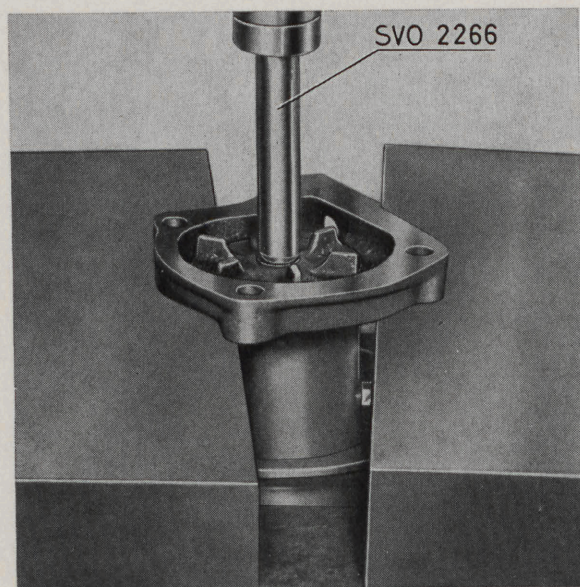

Bild 74. Demontering av skovelhjul och axel med kullager.
1. Demontera stoppskruven (3, bild 18) för bakre kullagret. Pressa ur axeln med dorn SVO 2266, bild 74. Styr remskivan med handen så att axeln ej kommer snett. Tag bort skovelhjulet. Kullager och distanshylsa följer i allmänhet med axeln ut. (Stannar kullagren i huset avlägsnas tätningen varefter lagren pressas ut med den tjocka ändan på dorn SVO 2266).